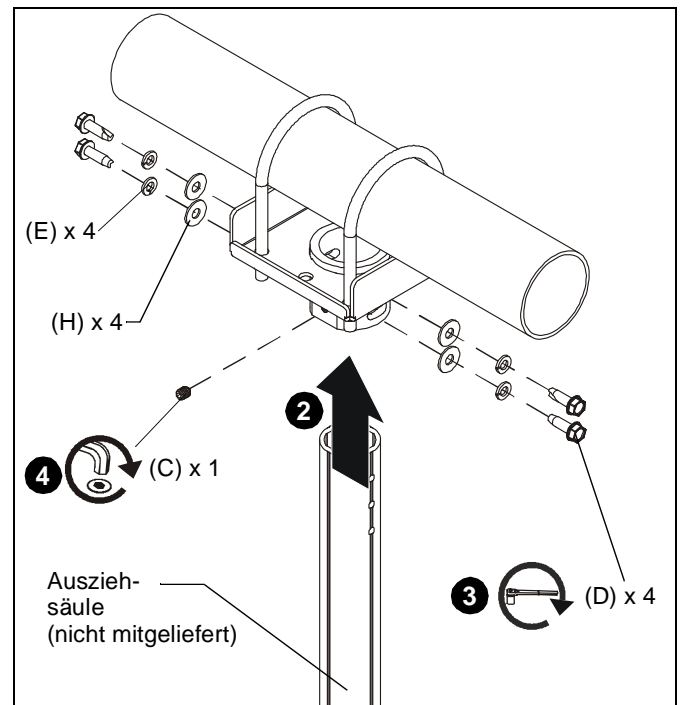

Abb. 3
3. Befestigen Sie die Ausziehsäule am CPA365, indem Sie vier selbstschneidende 5/16"-18 x 1"-Sechskantschrauben (D) mit vier 5/16"-Federscheiben (E) und vier 5/16"-Unterlegscheiben (H) durch die Bohrungen in der Ausziehsäule schrauben. (Siehe Abb. 3)
4. Schrauben Sie eine 5/16" x 1/2"-Feststellschraube (C) in die Gewindebohrung und ziehen Sie sie an, bis sie fest an der Säule sitzt. (Siehe Abb. 3)